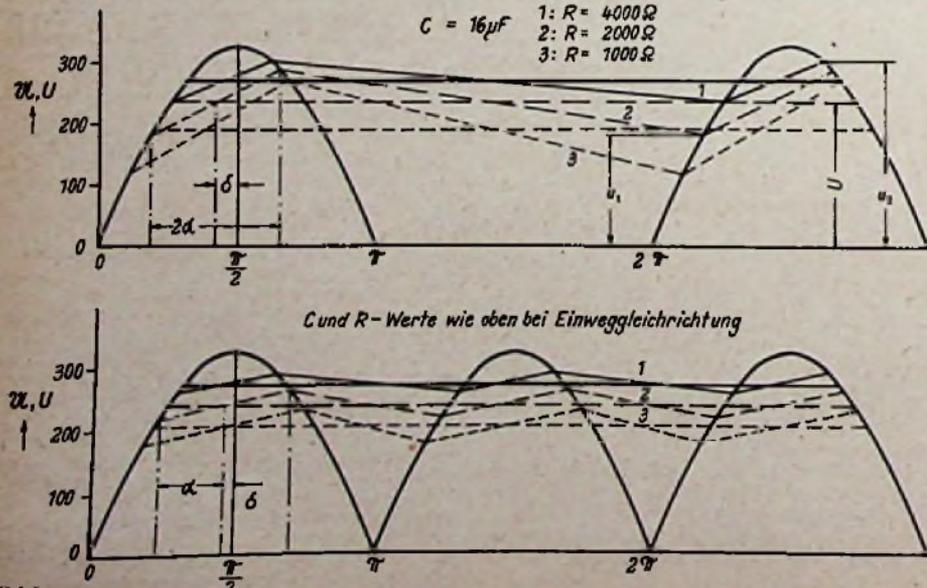
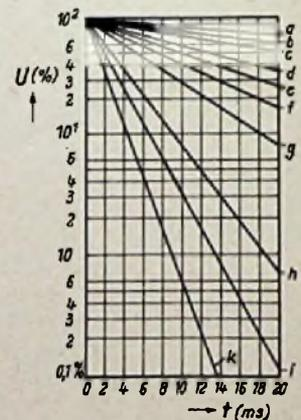

Bild 6. Meßwerte von Netzteilen mit Einweggleichrichtung (oben) und Zweweggleichrichtung (unten)
Bild 7. Entladungskurven
Zunächst stellen wir die Funktion $U = U_{eff} \sin \omega t$ unter Berücksichtigung der Meßwerte (Bild 6) grafisch dar. Aus den Meßwerten wurden für eine Reihe von Verbraucherwiderständen die zugehörigen Spannungswerte ausgewählt und in Bild 6 übertragen. Wie man sieht, pulsiert die mittlere Gleichspannung U zwischen den Grenzwerten u_1 und u_2 . Die Größe dieser Pulsation ist vom Grad der Entladung des Kondensators C_T abhängig und diese wiederum von der Größe des Belastungswiderstandes. Die Spannung des Kondensators C_L verringert sich bei Belastung gemäß der Gleichung:
Im vorliegenden Fall beträgt die Periodendauer t (50 Hz Netzfrequenz) 20 ms. Um den jeweiligen Ladungszustand von C_L in Abhängigkeit von t bestimmen zu können sind in Bild 7 die nach Gleichung (1) errechneten Entladungskurven für verschiedene Belastungswiderstände und Kapazitätswerte im Intervall 0 bis 20 ms wiedergegeben. Da die mittlere Gleichspannung U durch Messung festliegt, können die Werte von Bild 7 sinngemäß in Bild 6 übertragen werden: Es gibt für jede Entladungskurve nur eine Möglichkeit, sie so einzuzichnen, daß die Schnittpunkte — Beginn und Ende der Entladung — mit der Sinuskurve symmetrisch zur zugehörigen mittleren Gleichspannung liegen.
Sehen wir uns die in Bild 6 eingetragenen Meßwerte unter der Forderung an, daß $U \approx U_{eff}$ sein soll, so finden wir, daß der Stromflußwinkel 2α bei Einweggleichrichtung im Mittel etwa 82° beträgt (im Bogenmaß gerechnet also weniger als $\frac{\pi}{2}$), bei Zweweggleichrichtung annähernd 90° . Zeitlich gesehen fließt also bei Einweggleichrichtung während einer Dauer von etwa 4,7 ms Ladestrom vom Transformator durch die Gleichrichterröhre, bei Zweweggleichrichtung für die Dauer von etwa 5 ms. Dagegen dauert die Entladung bei Einweggleichrichtung etwa 15,3 ms, bei Zweweggleichrichtung hingegen nur 5 ms